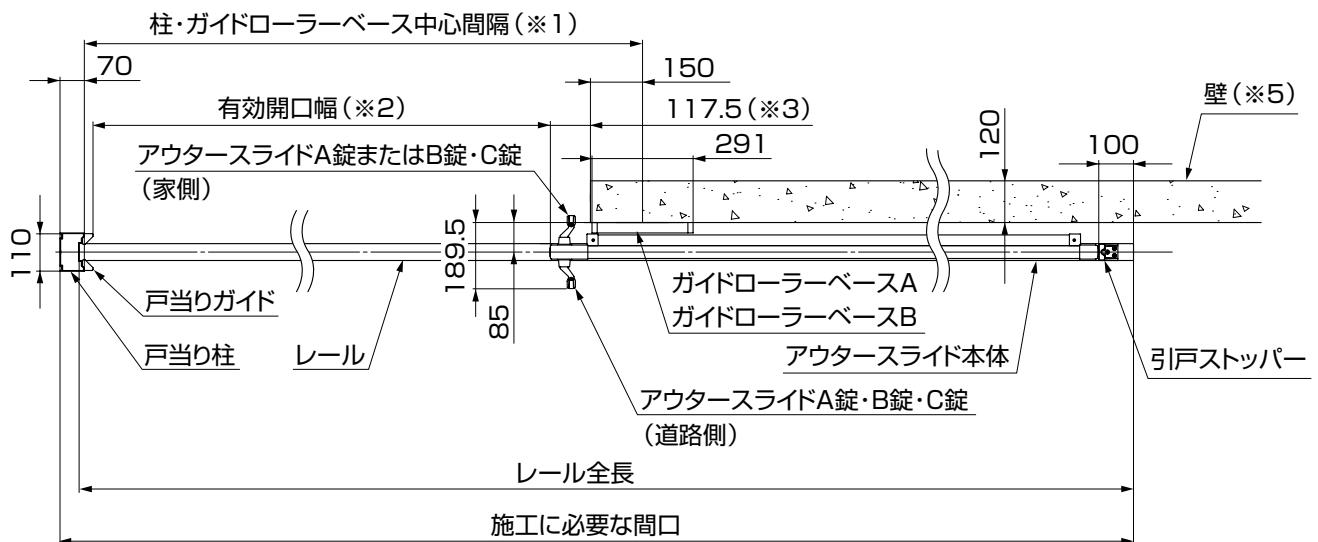

図1-9
- アウトースライドA錠を使用する場合は、壁の位置を有効開口幅から117.5広げて施工してください。家側の把手が操作しづらくなったり、操作中に手を挟んで思わぬケガにつながる可能性があります。(※3) (図1-9参照)